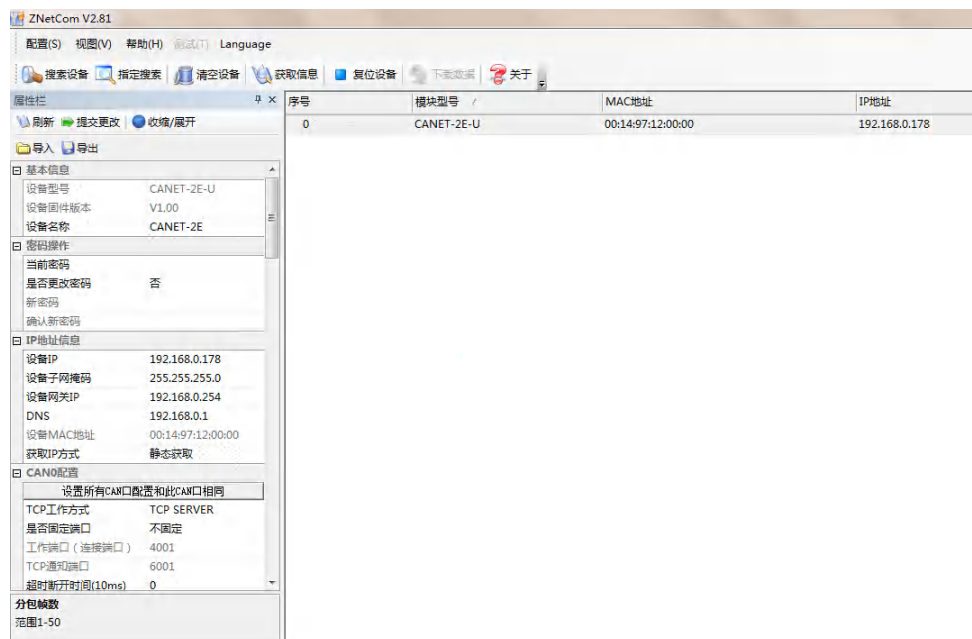

图 3.1 ZNetCom 软件运行界面
3. 双击运行 ZNetCom 软件（如果是 WIN7 以上系统，需要右击，以管理员身份运行），出现如图 3.1 所示界面。